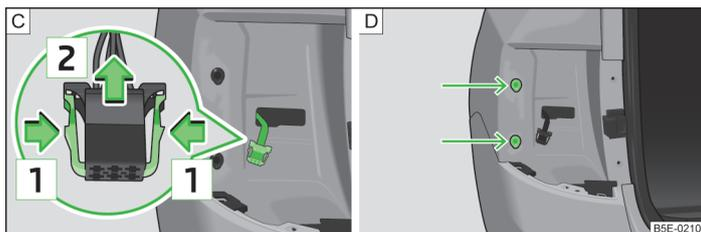

Abb. 234 Leuchtenstecker / Leuchte einbauen
- Die beiden Verriegelungen am Stecker in Pfeilrichtung  zusammendrücken » Abb. 234 - [C].
- Die Leuchte in die Aufnahmen in der Karosserie einsetzen » Abb. 234 - [D].